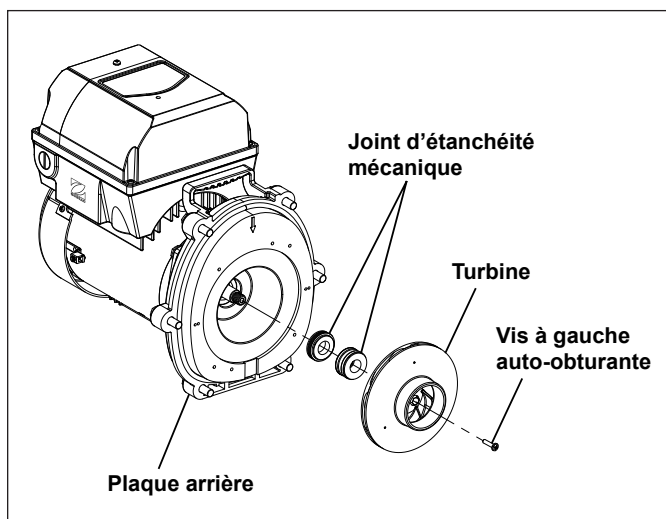

Figure 15. Enlever la turbine
7. Tenir l'axe visible du moteur à l'aide d'une ¼" clé à tête hexagonale, puis retirer la vis centrale de la turbine à l'aide d'un tournevis à tête cruciforme no 2. Tourner la vis filetée à gauche selon le sens horaire pour desserrer. Voir la Figure 15.
2. Retirer la moitié du joint face en carbone de l'arbre du moteur (voir la Figure 15). Il s'agit d'un joint à ressort. Saisir la partie du joint le plus près du corps de la turbine et tirer sur le joint, dans un mouvement de torsion.